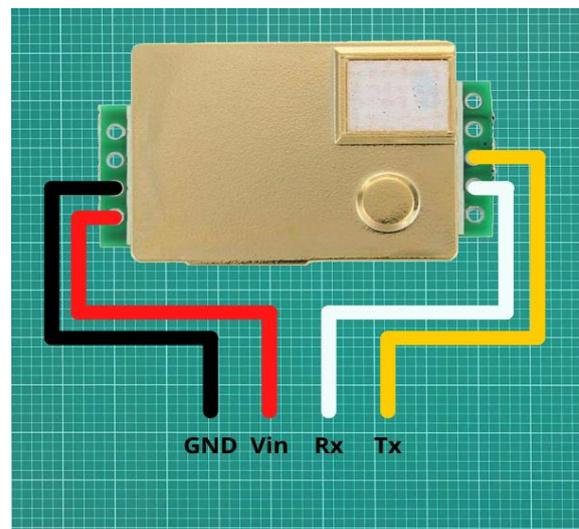

Abbildung 5 I2C-Verbindung am MH-Z19B Sensor
**Achtung!** Bei Nachbauten oder späteren Projekten kann es unter Umständen dazu kommen, dass ein I2C-Kabel entsprechend Abbildung 5 selbst an den Sensor gelötet werden muss. Bei SENSOR-Projekten ist dieser bereits mit einem Grove-Kabel vorkonfiguriert und kann sofort verwendet werden. Die I2C Pinreihenfolge ist immer: GND (schwarz), Vin (rot), Rx, Tx. Die beiden letzteren Kabelfarben variieren je nach Kabelherstellfirma. Es handelt sich auch nicht um einen I2C-Bus im eigentlichen Sinn, sondern um einen Seriellen Bus, sodass dieser an den Eingang D0 und D1 des Arduinos angeschlossen werden muss. Dies übernimmt jedoch das Arduino UNO Base Shield für uns.